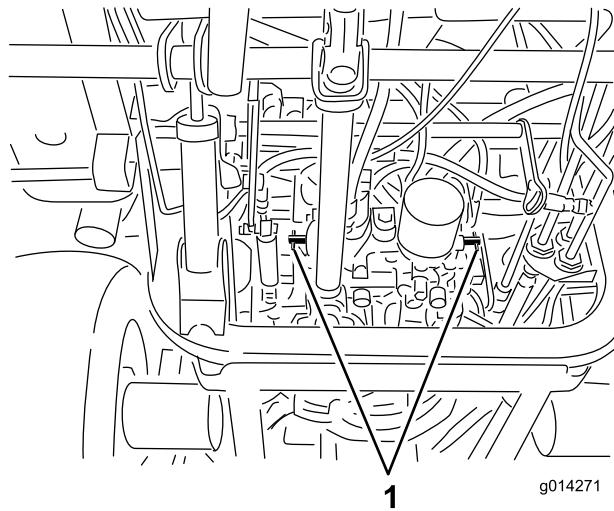

图25
- 将各个旁通阀分别逆时针旋转 1 圈 图25。
- 将各个旁通阀分别顺时针旋转 1 圈并用手拧紧 图25。
- 如 图25 所示上紧阀门扭矩至约 8N·m。